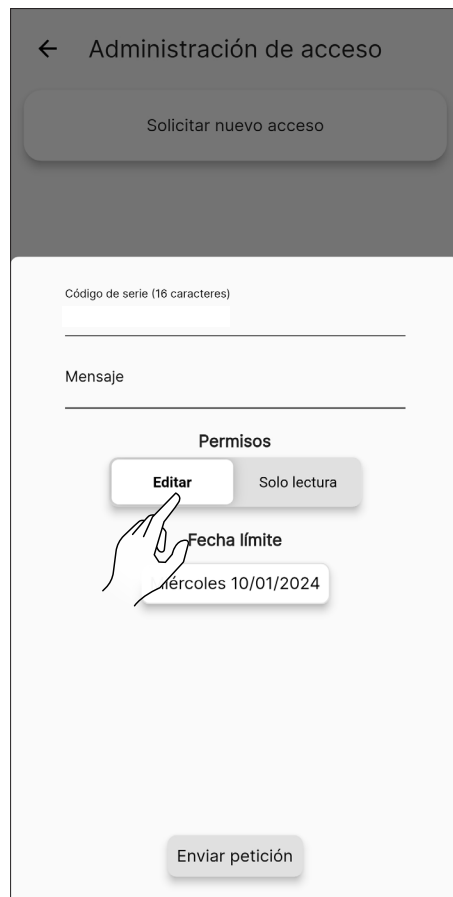

Fig. 8.30
- en la opción «Permisos» (Fig. 8.30) seleccione: